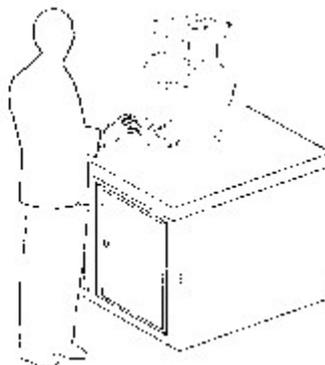

Рисунок 10 – Правильная позиция оператора
1. поместить продукты в загрузочный лоток (1);
3. во избежание нежелательных последствий оператор должен всегда занимать правильную позицию, то есть его тело должно быть перпендикулярно к рабочей поверхности (см. Рисунок 10); ни при каких обстоятельствах не засовывать руки в загрузочное устройство, когда установка работает. Всегда следует пользоваться пестиком.
4. поднять пестик (2);
5. пользуясь пестиком ввести продукт в приемное устройство (3);